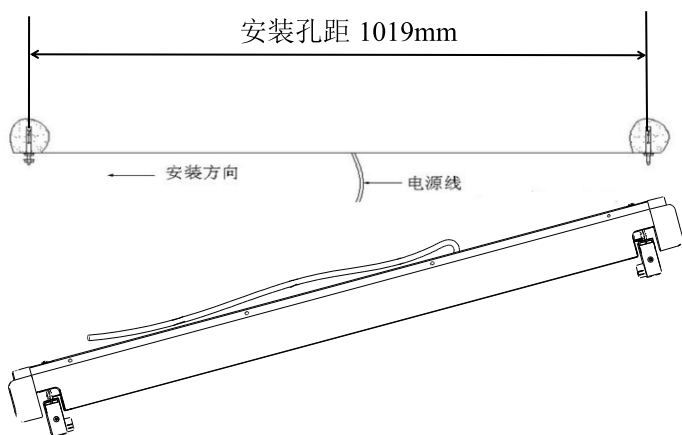

图 6
- 5、小心托起整机，将主机一端插在两个膨胀螺丝的垫片上，接着托起另一端把垫片及螺母装上锁紧，然后，再把第一端的螺母拧紧，如图 6 所示，图6仅供参考。（**注意请勿大力摇动剪刀架，避免其与主机有刮碰**）